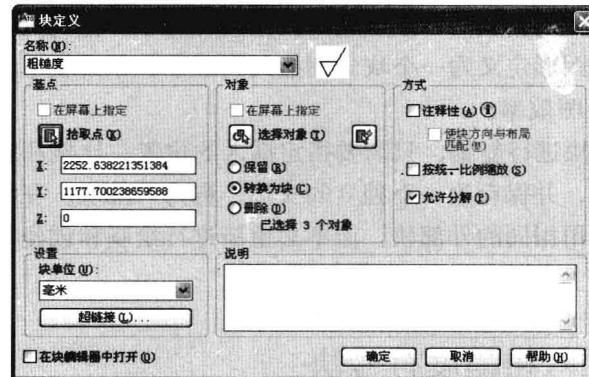

图 6-1-4
(4) 在“常用”选项卡“块”面板中单击“创建”按钮 W ，或者选择菜单命令“绘图/块/创建”。
(5) 打开“块定义”对话框，在名称框中输入块名称为“粗糙度”，在“对象”项目下选择“转换为块”，单击“选择对象”按钮 C ，“块定义”对话框暂时消失，单击选择需要设置为块的三条直线对象，按 Enter 键完成对象选择。此时重新打开了“块定义”对话框，在该“对象”项目下显示“已选择了三个对象”。
(6) 在“基点”项目下，单击“拾取点”按钮 G ，“块定义”对话框暂时消失，命令行提示“指定插入基点”，在视图中捕捉 A 点作为基点。此时重新打开了“块定义”对话框，显示基点的坐标，如图 6-1-4 所示。